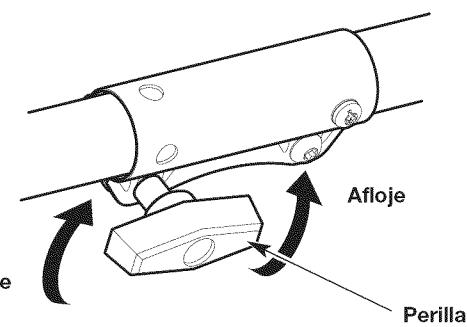

Fig. 8
- Gire la perilla en el sentido contrario a las agujas del reloj para aflojar el acoplador (Fig. 8).
- Gire la perilla en el sentido de las agujas del reloj para apretar el acoplador (Fig. 8).